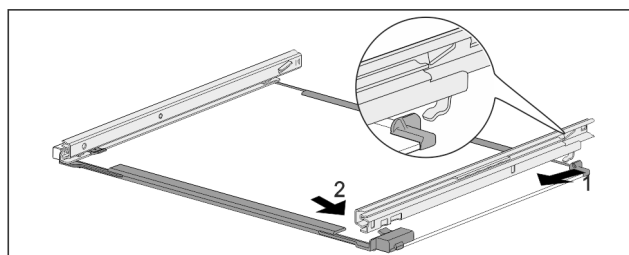

Fig. 72 Стъклена плоча с релси
- ▶ Закачете релсата отзад. Fig. 72 (1)
- ▶ Фиксирайте релсата отпред. Fig. 72 (2)